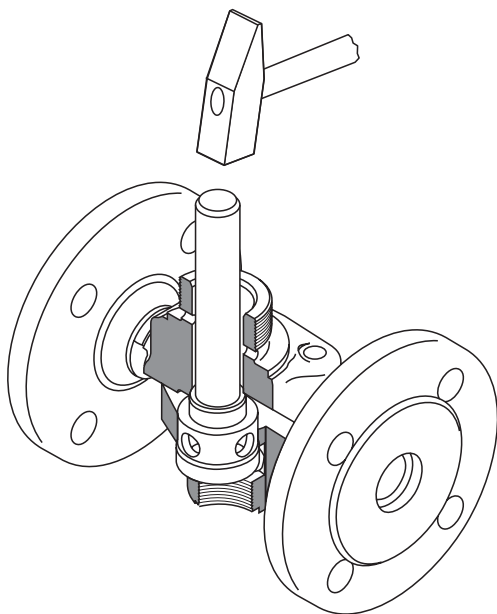

Рис. 12
12. С помощью стальной выколотки выбить седло **9** из корпуса клапана **10**. **Рис. 12**